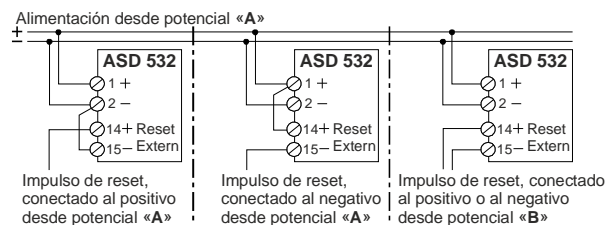

Fig. 34 Entrada de reset
| 14        | Entrada reset externo + (entrada de optoacoplador) |  | Conexión según Fig. 34 y Fig. 36  |
| 16        | Entrada OEM + (entrada de optoacoplador) ②         |  | Conexión similar a la Fig. 34 (véase también el cap. 2.2.8)                                  |
La entrada de reset está montada libre de potencial (optoacoplador) y puede controlarse tanto desde el lado «positivo» como del «negativo» (Fig. 34). La entrada funciona en el rango de 5 a 30 V-CC y con un ancho de banda de impulso de 0,5 a 10 s. Gracias al consumo constante de corriente de aprox. 3 mA en el rango total de trabajo, el control puede llevarse a cabo directamente a través de una salida OC.